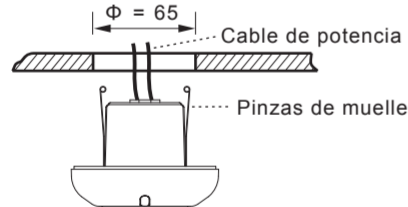

FIG. 12
4.4.2.4 Cierre las pinzas de dos muelles del detector e inserte el detector en el agujero taladrado del techo (véase FIG. 12).